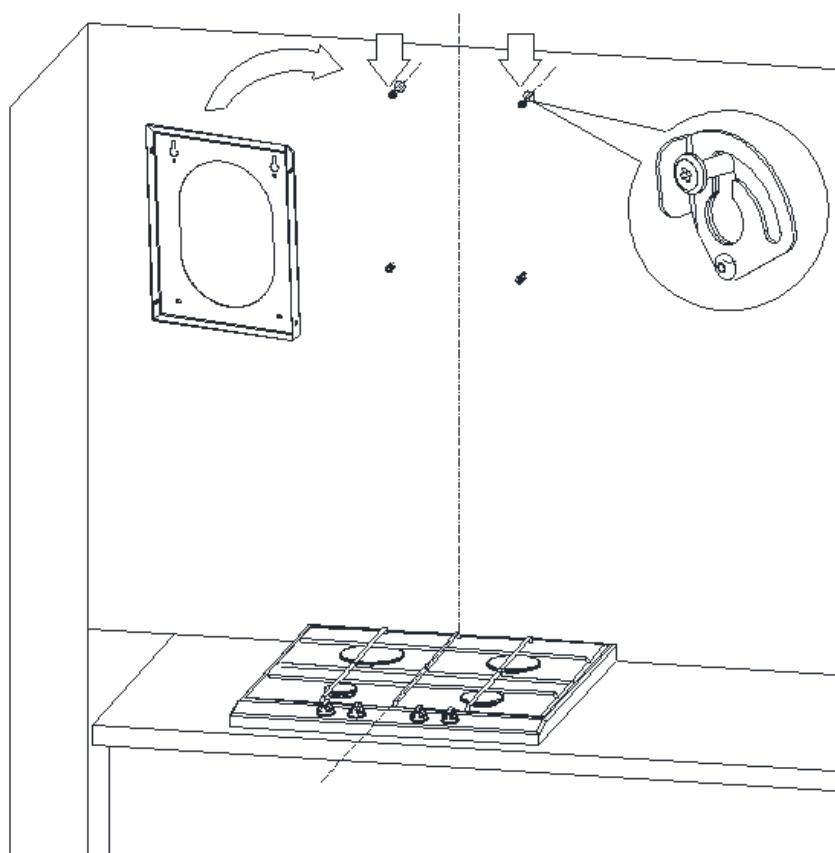

Рис.9 Установка держателя крепления вытяжки
5. Поместите уровень на крепление и установите элемент горизонтально, как указано уровнем, затем затяните два винта, которые уже частично завинчены, и затяните два других (Рис. 9).